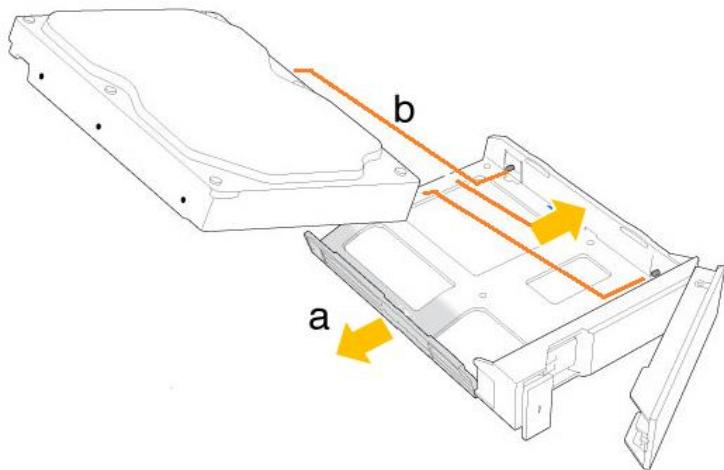

Рисунок 164. Закрепите жесткий диск в лотке двумя штырьками
9. Для установки 3.5 дюймового жесткого диска в пустой лоток, осторожно отодвиньте левый край и закрепить жесткий диск двумя расположеными справа штырьками (см. Рисунок 164).